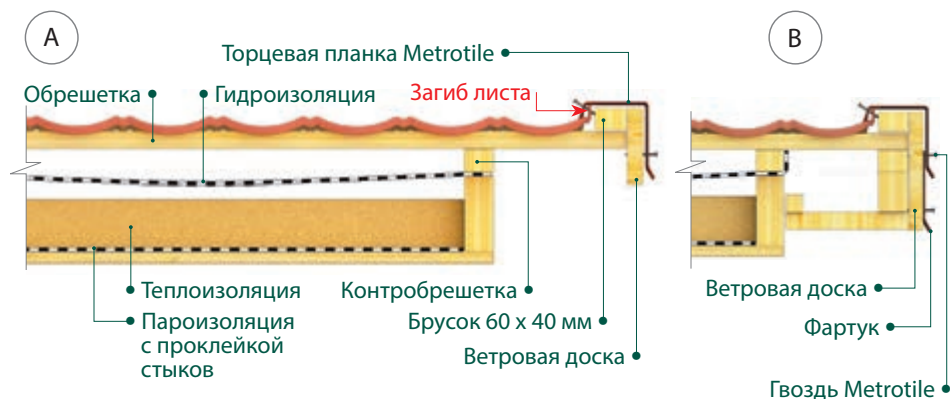

Рис.16 А,В. Монтаж черепицы на фронтоне. Разрез
Смонтируйте кровельные листы заподлицо с торцами брусьев обрешетки РИС. 16. При помощи гибочного станка или ручного гибочного приспособления отогните вверх на 90° края листов на расстояние 30–40 мм РИС. 17.2. К брусу 60 x 40 на обрешетке прикрепите ветровую доску сечением 25 x 130 мм.
- Сечение узла крепления торцевой планки см. РИС. 16–А.
- Если толщина кровельного пирога на фронтоне превышает 130 мм, под торцевую планку подложите дополнительный фартук, изготовленный из плоского листа, либо покрывающий фартук. РИС. 16–В